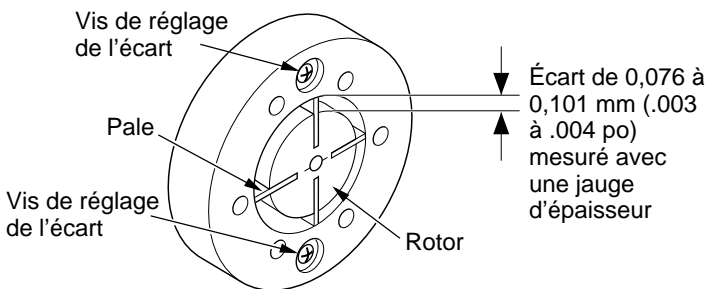

Figure 24 - Emplacement des vis de réglage de l'écart
9. Vérifier le dégagement du rotor. Si nécessaire, le régler de 0,076 à 0,101 mm (.003 à .004 po) (voir figure 24).